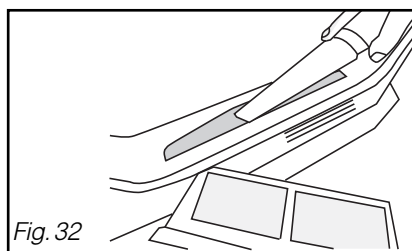

Fig. 32
- Retirez toutes les peluches à l'aide d'un aspirateur (*Fig. 32*).